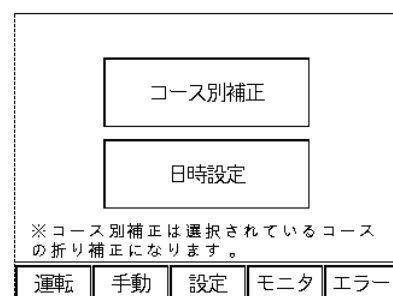

図7-25
- ・ 運転停止中に **設定** を押すと設定画面(図7-25)に切り替わります。